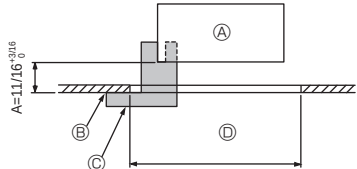
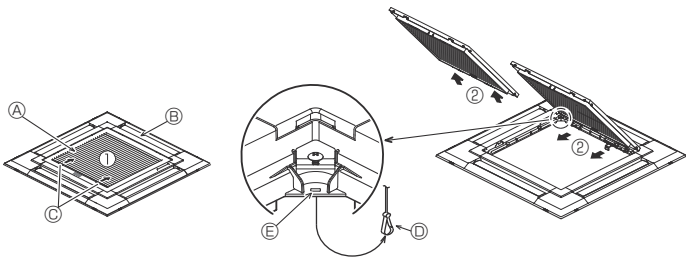
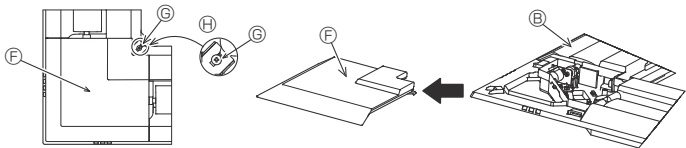

Fig. 6-2
Fig. 6-3
Fig. 6-4
①	Dimensiones de la rejilla	1	950 × 950 (mm), 37-13/32 × 37-13/32 (pulgadas)
②	Plantilla	1	Dividido en cuatro partes
③	Tornillo (4 × 16)	1	Para PLFY-EP-NEMU1-E
④	Panel angular del 3D i-see Sensor	1	Para PLFY-EP-NEMU1-E
6.2. Preparación para conectar la rejilla (Fig. 6-2)
- Con la plantilla ② que se suministra con este equipo, ajuste y compruebe la posición de la unidad en el techo. Si la unidad no está colocada en el techo de forma adecuada, podrían producirse escapes de aire o generarse una condensación.
- ① Unidad principal
- ② Techo
- ③ Plantilla ② (medida en la unidad)
- ④ Dimensiones de apertura del techo
6.2.1. Extracción de la rejilla de admisión (Fig. 6-3)
- Deslice las palancas en la dirección indicada mediante la flecha ① para abrir la rejilla de admisión.
- Con la rejilla de admisión en posición “abierta”, extraiga la bisagra de la rejilla de admisión de la rejilla tal y como se indica mediante la flecha ②.
6.2.2. Extracción del panel angular (Fig. 6-4)
- Extraiga el tornillo de la esquina del panel angular. Deslice los paneles angulares indicados por la flecha ① para extraer este panel.
[Fig. 6-3] [Fig. 6-4]